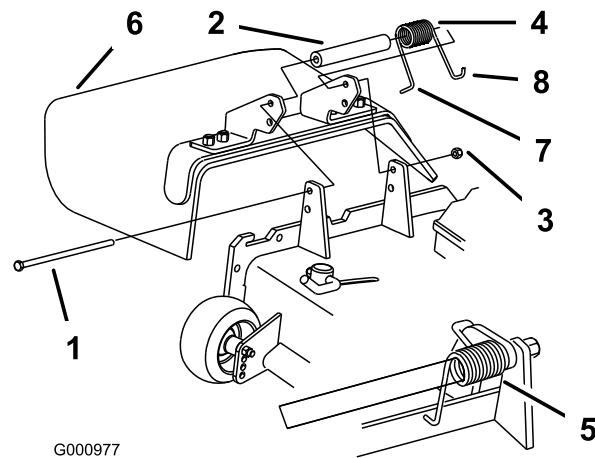

Figura 38
(Figura 38). Se o deflector de relva estiver danificado ou gasto, retire-o.
Nota: Certifique-se de que a extremidade em **L** de mola está montada por trás da extremidade da plataforma antes de colocar o parafuso como apresentado em Figura 38.
3. Coloque o parafuso e a porca. Coloque a extremidade em gancho **J** da mola em torno do deflector de relva (Figura 38).